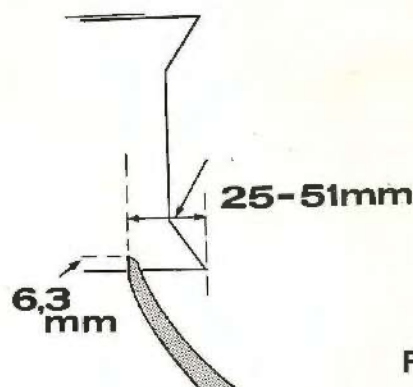

FIG. 32
Avant de changer le calage des aiguilles, vérifier que celles-ci sont correctement montées (voir paragraphe précédent "Réglage des aiguilles"). Quand elles sont correctement réglées par rapport au piston, les aiguilles doivent juste entrer dans le couloir de compression quand la pointe des goussets sur la face du piston est à 25 - 51 mm au-delà de la pointe des aiguilles (Fig. 32).
2. Tourner le volant en sens inverse des aiguilles d'une montre, jusqu'à ce que les pointes des aiguilles soient entrées de 6,35 mm à l'intérieur du canal de la presse (Fig. 32).